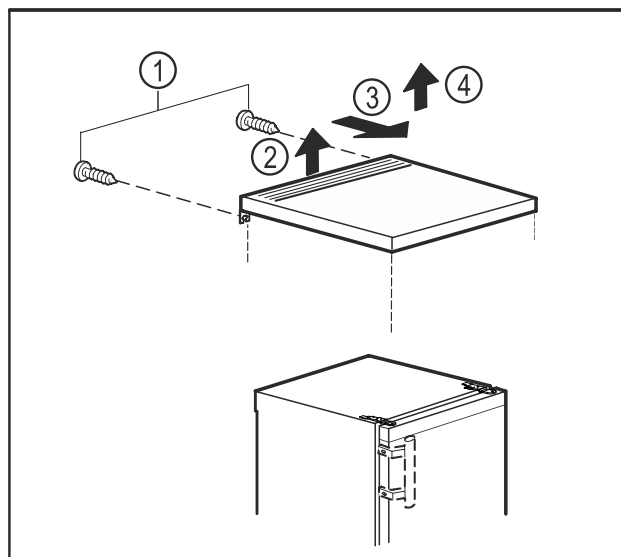

Fig. 10
- Retirer les vis à l'arrière. Fig. 10 (1)
- Soulever le plateau de la table à l'arrière. Fig. 10 (2)
- Pousser le plateau de la table vers l'avant. Fig. 10 (3)
- Retirer le plateau de table par le haut. Fig. 10 (4)